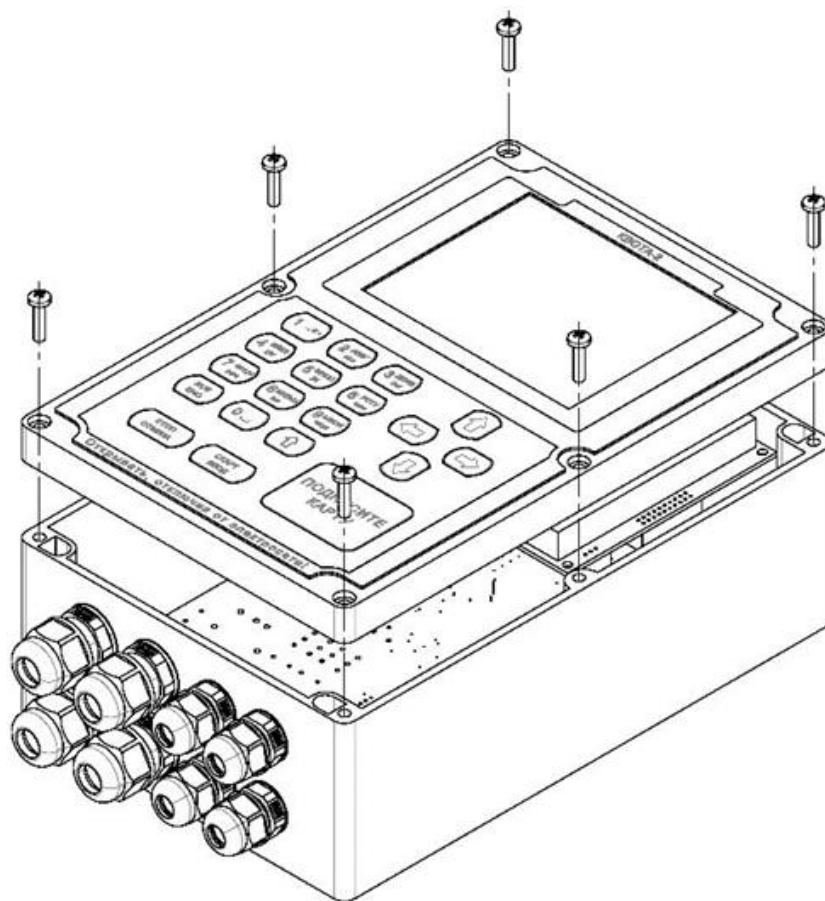
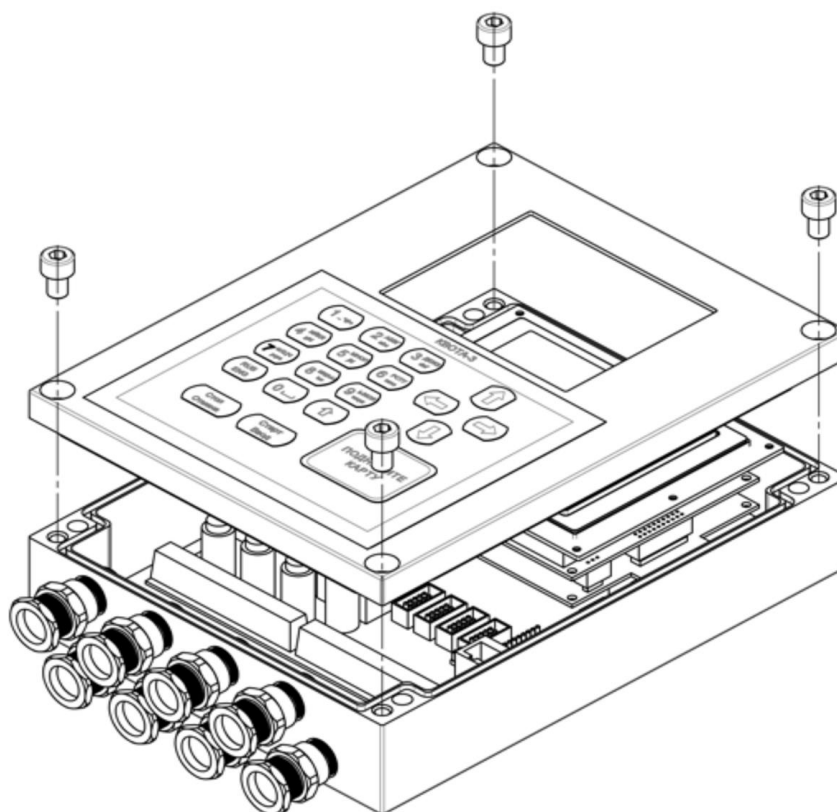

Рисунок 8 – Снятие крышки корпуса контроллеров «Квота-1», «Квота-2»
Рисунок 9 – Снятие крышки корпуса контроллера «Квота-3»
- выкрутить 6 (на контроллерах «Квота-1», «Квота-2», рисунок 8) или 4 винта (на контроллере «Квота-3, рисунок 9) и аккуратно снять крышку корпуса контроллера;